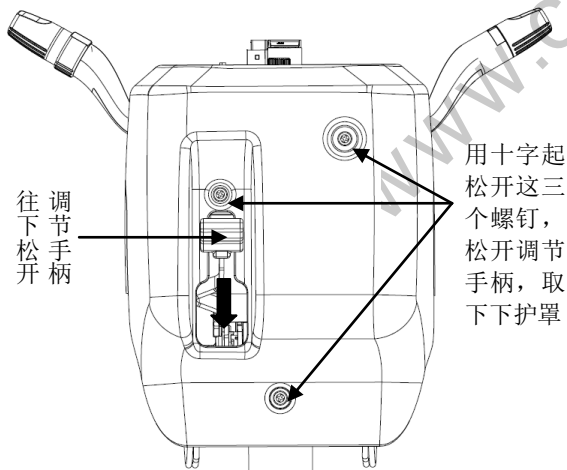

图 4-17
① 上下组合开关护罩由六对塑料卡扣配合，由下往上将上护罩拉开并取下。
② 用十字起松开下护罩的三个安装螺钉，并往下松开转向管柱角度调节手柄，取下下护罩。如图 4-17 所示。